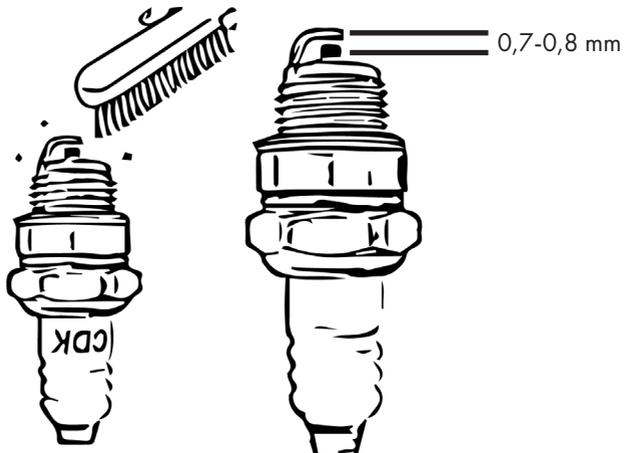

Bild 33
- Ställ in elektrodavståndet till ett målvärde på 0,7-0,8 mm. Se bild 33.